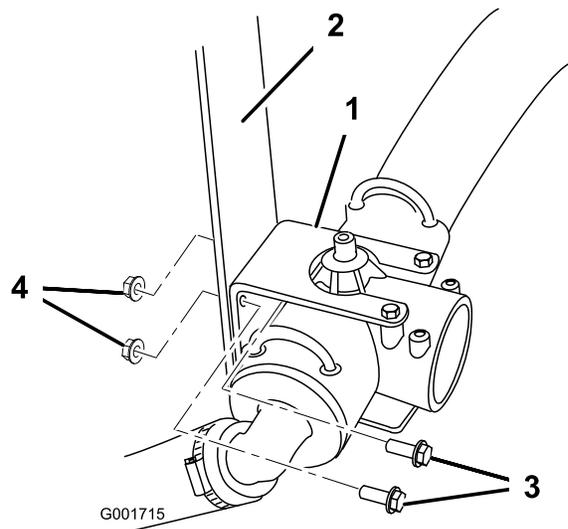

Figura 8
2. **Apenas Multi-Pro 1200:** Desligue o pequeno tubo vermelho do indicador de pressão da união do tubo verde na parte superior do T de alimentação (Figura 8).
3. Retire os dois parafusos e duas porcas que prendem o T de alimentação e suporte de montagem do T de alimentação ao veículo (Figura 8). Guarde os dispositivos de fixação para utilizar depois.